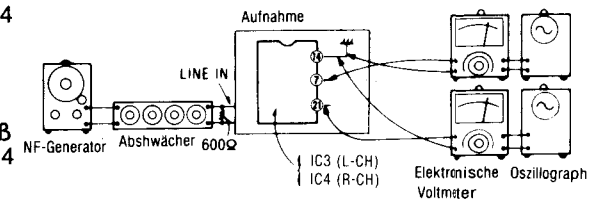

Fig. 17
- Den Meßaufbau zeigt Fig. 17.